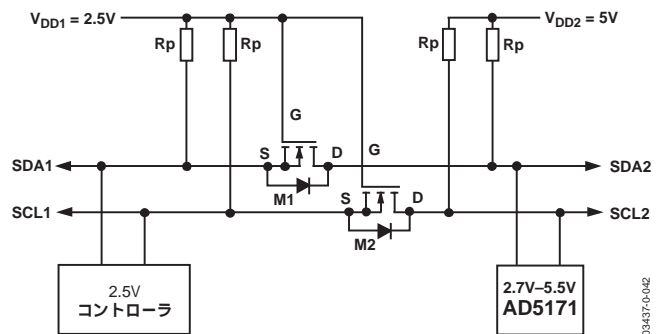

図43. 異なる電圧動作に対応するレベル・シフト
2.5V動作のコントローラをAD5171とインターフェースさせる必要がある場合は、デジタル・ポテンシオメータがコントローラに読み出し / 書き込みを実行できるように、適切に電圧レベル・シフトを行う必要があります。その実行方法の1つを図43に示します。M1とM2には、FDV301Nなどの低閾値のNチャンネル・パワーMOSFETを使用してください。